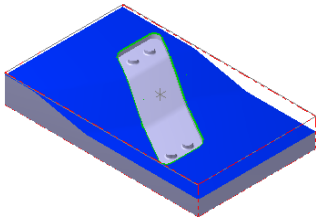

图 14.16 选取加工面
(1) 选取加工面。在图形区中选取图 14.16 所示的面 (共 8 个面), 然后按 Enter 键, 系统弹出“刀具路径的曲面选取”对话框。